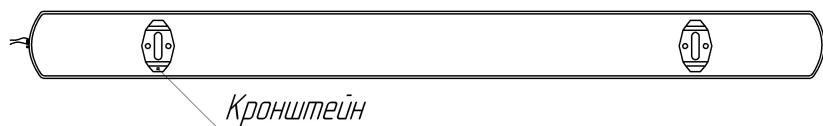

Рисунок 3
2.1.2. Поворотное крепление для установки светильника под углом от 0° до 90° (рисунок 3) - приобретается отдельно.
- снять крепежные кронштейны, установленные в корпусе светильника, см рисунок 3;